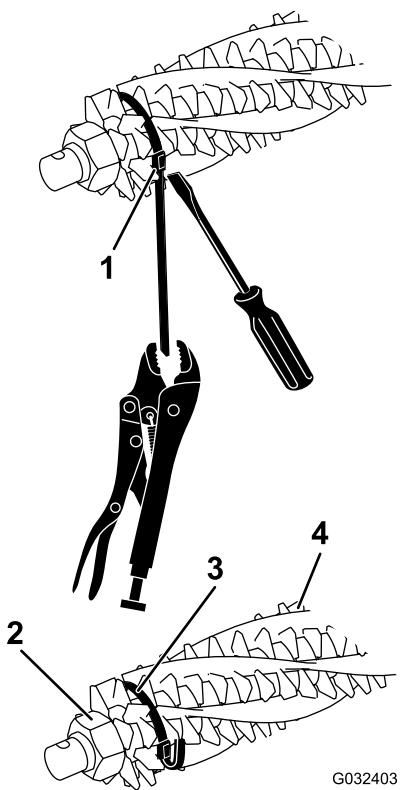
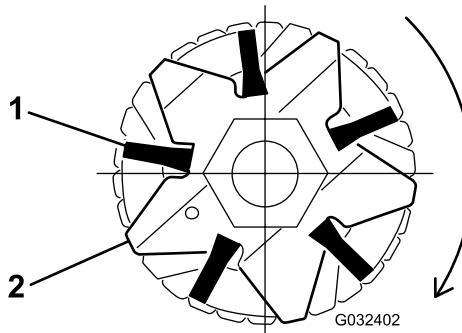

Figura 19
Figura 21
2. Desaperte as porcas de retenção da lâmina do rastelo em cada extremidade do eixo do rastelo (Figura 19).
4. Verifique se as escovas estão colocadas nas ranhuras das lâminas do rastelo (Figura 19 e Figura 21).
5. Envolva, sem apertar, as fitas, como se mostra na Figura 19, em torno do eixo e das escovas do cilindro do dispositivo inserindo as fitas nas ranhuras das escovas Figura 21.
Nota: Se as escovas da vassoura não estiverem colocadas corretamente nas ranhuras das lâminas, desaperte os parafusos de retenção da lâmina do rastelo em cada extremidade do eixo do rastelo, posicione as escovas da vassoura corretamente nas ranhuras das lâminas e aperte os parafusos de retenção da lâmina do rastelo (Figura 19).
- Enquanto faz pressão com uma chave de fendas contra a fivela da fita, fixe a fita com um alicate e pressione bem as fitas até ficarem presas nas ranhuras das escovas (Figura 19).